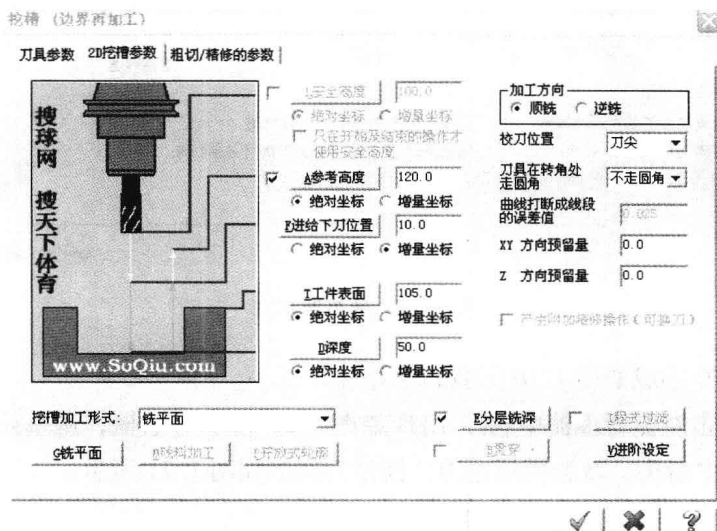

图 1.16 中设置挖槽参数
(6) 在图 1.16 中设置挖槽参数, 如各个高度值 (参考高度要略大于毛坯高度, 工件表面要填写毛坯上表面高度值, 深度填写本次加工到的高度值), 加工形式选铣平面, 选上并设置好分层铣削 (选好分层深度值), 这里分层深度为 5, 最后一次精修深度为 1, 如图 1.17 所示, 回车。